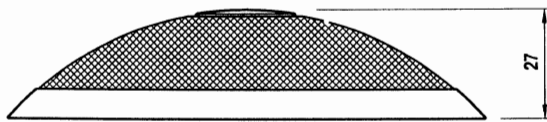
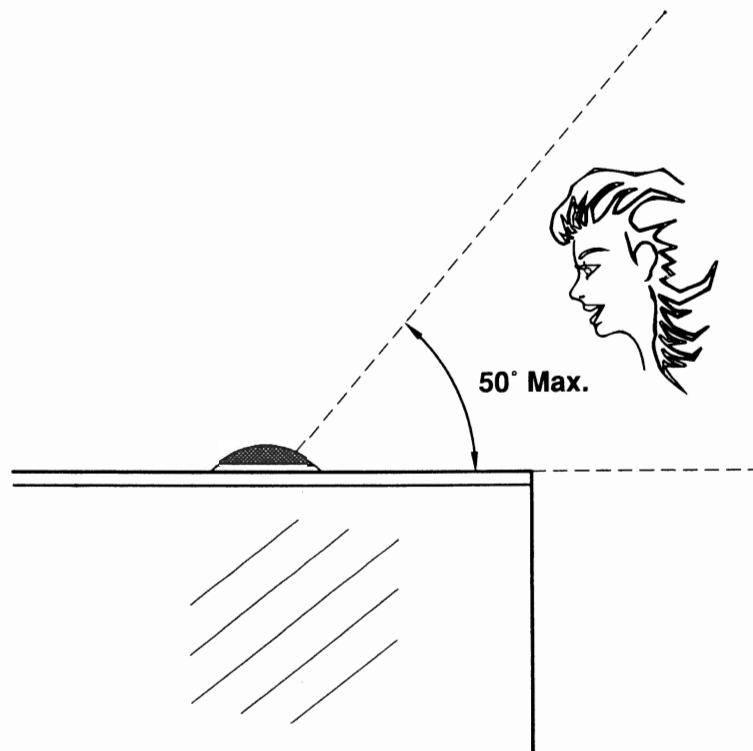

Fig. 1
Fig. 2
La capsula microfonica "C" (fig. 1) deve essere diretta verso la sorgente sonora, mentre l'angolo compreso fra il piano di appoggio e la linea immaginaria che congiunge la capsula microfonica con la bocca di un ideale oratore non dovrebbe superare i 50° (fig. 2).
*The MT 3100 and MT 3200 pose no particular problems of positioning. In general, to ensure an extended and linear frequency response and insensitivity to background noise, the microphones should be installed on the broadest and flattest surface possible. The microphone unit "C" (Fig. 1) should be directed toward the sound source, while the angle between the support surface and the imaginary line that connects the microphone unit to the mouth of an average speaker must not exceed 50° (Fig. 2).*
Les caractéristiques du micro ne posent pas de problèmes particuliers de positionnement. En général, pour assurer une bande passante large et linéaire dans les graves et une bonne insensibilité aux bruits de fond, l'MT 3100 / MT 3200 devrait être installé sur une surface le plus possible grande et plane. La capsule microphonique "C" (fig. 1) devrait être dirigée vers la source sonore, tandis que l'angle compris entre le plan d'appui et la ligne imaginaire qui joint la capsule micro à la bouche d'un orateur idéal ne devrait pas dépasser 50° (fig. 2). Pour écarter le danger de "retours acoustiques" nous conseillons de ne pas positionner les éventuelles enceintes les haut-parleurs vers la capsule micro, mais de choisir plutôt une position latérale ou à l'arrière, de manière à éloigner le plus possible le faisceau sonore de l'appareil. Essayer plusieurs positionnements et choisir celui qui vous donne le résultat souhaité reste encore la meilleure solution.